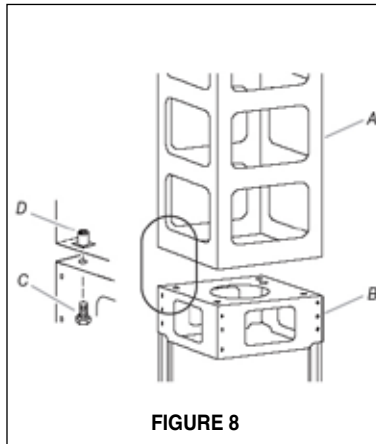

FIGURE 8
5. Si en utilisant Le Haut Kit de Cheminée de plafond, enlever COUVERCLE CHEMINÉE de la PROLONGATION DE CHEMINÉE (A de la FIGURE 8). Placez la PROLONGATION DE CHEMINÉE au-dessus de TREILLIS (B de la FIGURE 8) de sorte que les bords extérieurs et les trous électriques alignent. Attachez la PROLONGATION DE CHEMINÉE à la TREILLIS à l'aide des boulons (C de la FIGURE 8). Serrez les boulons solidement.